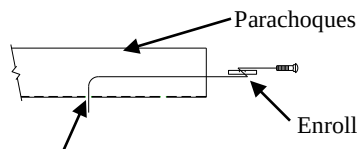

Figura 3
- Retire el panel de apariencia en el lado del conductor si está presente. Obtenga el permiso del propietario para recortar o devolver al propietario. Ver Figura 3.